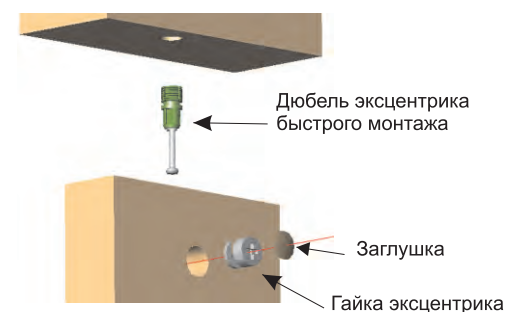

Рис.2
Установите шканты (3) в отверстия d=8 мм топа G, низа H и боковин A. Вставьте дюбель эксцентрика быстрого монтажа (1а) в топ G, в низ H и в боковины A (см. Рис.2). Установите опоры (4) в отверстия в плоскости низа H. Соберите заднюю стенку шкафа C (состоит из двух или четырех половин), используя соединительный профиль F (состоит из двух частей). Соедините вместе полки B, боковины A и заднюю стенку C. Вставьте эксцентриковые гайки (1б) и с помощью шестигранного ключа или отвертки в комплект не входят затяните их по часовой стрелке до фиксации (см. Рис.2). К собранной конструкции присоедините низ H и топ G и закрепите с помощью эксцентриковых стяжек (1). Используя шурупы (5) прикрепите заднюю стенку C к полкам B. Используя шурупы (6), мини-винты (8) прикрепите петли (7) к дверям D и боковинам A (См. Рис 3.). Используя подкладки для ручек (10) прикрепите ручки (9) к деталям D и E, винтами прилагаемыми к ручкам. В эксцентриковые гайки (1б) вставьте заглушки (2). Отрегулируйте опоры (4) по высоте при помощи шестигранного ключа или отвертки.